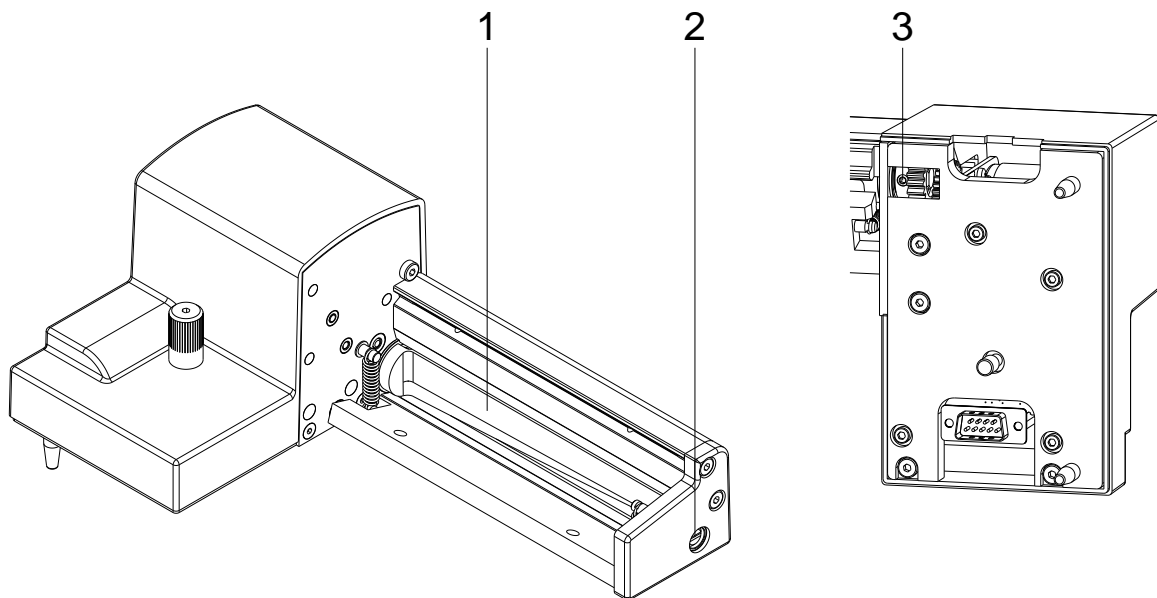
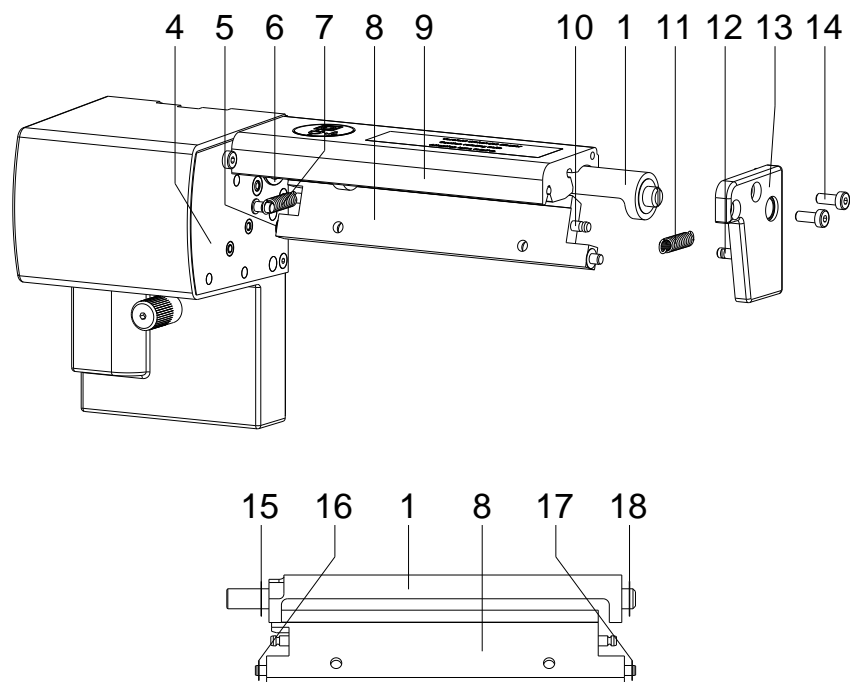

Abbildung 16
Abbildung 17
Bei der Demontage die Passscheiben (15, 16, 17, 18, Abbildung 17) an den Achsen der Messerwelle (1) und Messerleiste (8, Abbildung 17) sicherstellen.
Die eingebauten Federn (7 und 11, Abbildung 17) sind gespannt. Dadurch kann es bei der Demontage der Messerschneide zu Verletzungen kommen oder zum Verlust der Federn führen.
⇒ Messerleiste (8, Abbildung 17) gut festhalten und Achse des Messers leicht an die Montagewand (4, Abbildung 17) drücken.
1. Schrauben (14) lösen und Lagerplatte (13) abnehmen. Die Feder (11) wird entspannt.
2. Feder (11) von der Messerleiste (8) abnehmen.
3. Messerwelle (1, Abbildung 16) aus seiner Lagerung (6) ziehen. Die Feder (7) wird entspannt.
4. Feder (7) und Messerleiste (8) abnehmen.
5. Achse der neuen Messerleiste (8) mit der Passscheibe (16) in die Lagerbuchse (5) an der Montagewand (4) einführen.
6. Feder (7) im entspannten Zustand an den Stiften der Montagewand (4) und Messerleiste (8) einhängen.
7. Messerleiste (8) nach hinten drücken. Die Feder (7) wird dabei angespannt.
8. Achse der neuen Messerwelle (1, Abbildung 16) mit der Passscheibe (15) in die Lagerbuchse (6) an der Montagewand (4) einführen.
9. Passscheibe (17) auf die Achse der Messerleiste und Passscheibe (18) auf die Achse der Messerwelle (1, Abbildung 16) aufsetzen.
10. Feder (11) im entspannten Zustand an den Stiften (10 und 12) der Messerleiste (8) und der Lagerplatte (13) einhängen.
11. Lagerplatte (13) auf die Achsen der Messer (1, Abbildung 16 und 8) aufsetzen. Dabei wird die Feder (11) angespannt.
12. Lagerplatte (13) mit den Schrauben (14) am Profil (9) locker befestigen.
13. Lagerplatte (13, Abbildung 17) passgenau zum Profil (9, Abbildung 17) ausrichten und Schrauben (14, Abbildung 17) festziehen.
14. Gewindestift (3, Abbildung 16) am Getriebe wieder festziehen.
15. Messerwelle (1, Abbildung 16) schmieren (siehe Kapitel 4.5, Seite 18) und in Grundstellung bringen (siehe voriges Kapitel).